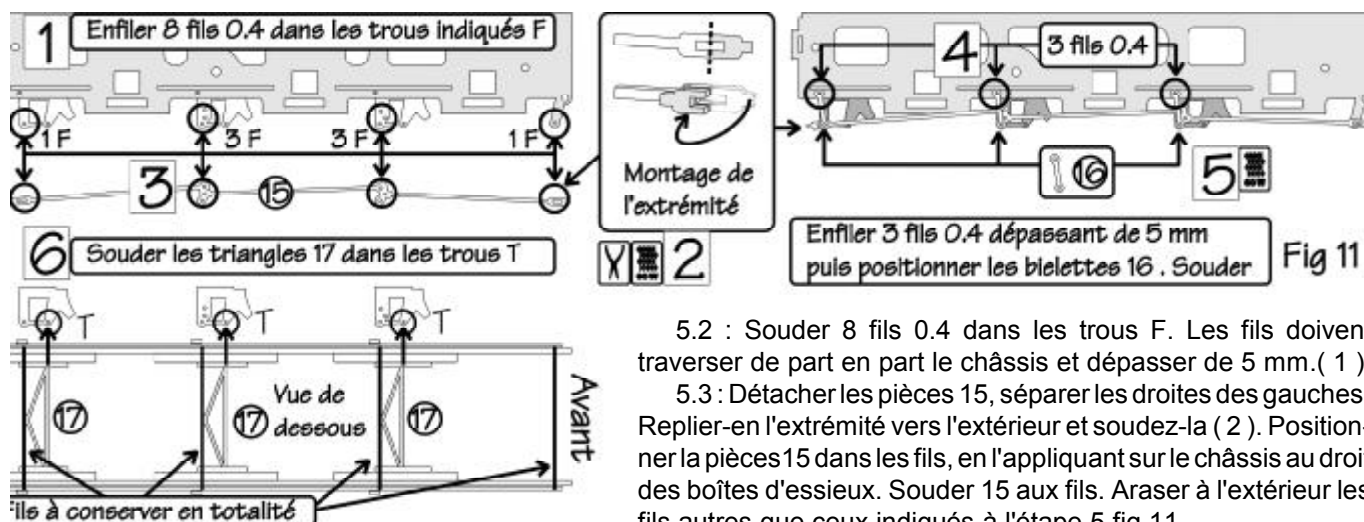

Fig 11
5.3 : Détacher les pièces 15, séparer les droites des gauches. Replier-en l'extrémité vers l'extérieur et soudez-la (2). Positionner la pièces 15 dans les fils, en l'appliquant sur le châssis au droit des boîtes d'essieux. Souder 15 aux fils. Araser à l'extérieur les fils autres que ceux indiqués à l'étape 5 fig 11.
5.5 : Détacher les biellettes 16, puis placez les sur les fils de l'étape 5 fig 11. Soudez et araser l'excédent de fil.
5.6 : Araser les fils à l'intérieur sauf les quatre indiqués à l'étape 6 fig 11.
5.7 : Détacher les triangles 17 puis soudez-les dans les trous T à l'étape 6 fig 11 et aux fils restants.